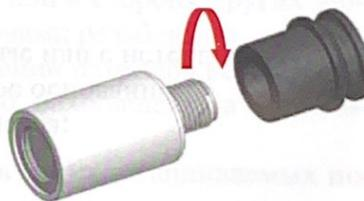

Рис. 5
5.3.5. При зарядке устройства патронами резьбовыми (рис. 5) необходимо вкрутить до упора патроны в соответствующие переходники и выполнить те же действия, что и со штатными БАМами.